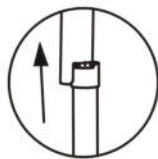
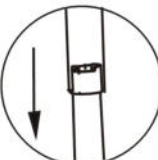

Figure a-1
Figure a-2
- 3) Cuando quiera poner la cinta de correr en posición de trabajo, levante el extremo del marco principal (tapa final) para que el tubo de soporte plegable esté más alto que la cubierta cilíndrica (ver figura a-1), incline ligeramente con su pie el tubo de soporte plegable (ver figura a-2), presione con fuerza el extremo del marco principal (tapa final), retire su pie y siga presionando el extremo del marco principal durante un momento. El cilindro se hundirá bajo su propio peso (ver figura b) y el marco principal quedará horizontal.